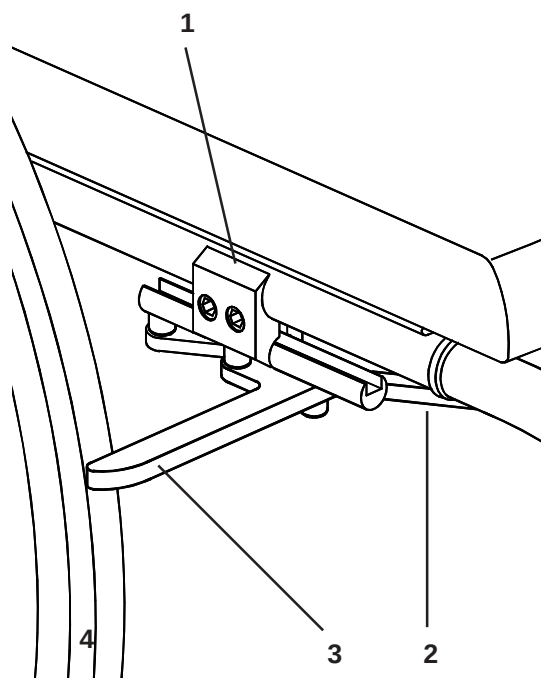

Fig. 23
De Revolution wordt standaard met schaarhandremmen (Fig. 23) geleverd. De handrem wordt gemonteerd met een klemsysteem (1) en is correct afgesteld voordat de rolstoel de fabriek verlaat. Voor het inschakelen van de handrem trekt u de bedieningshendel (2) naar voren totdat u voelt dat de hendel over het middelpunt gaat en de rempen (3) vastklemt op de band (4).